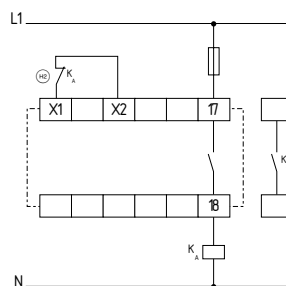

Fig. 16
8.4 Configuração do actuador Comando de canal único (ver Fig. 16)